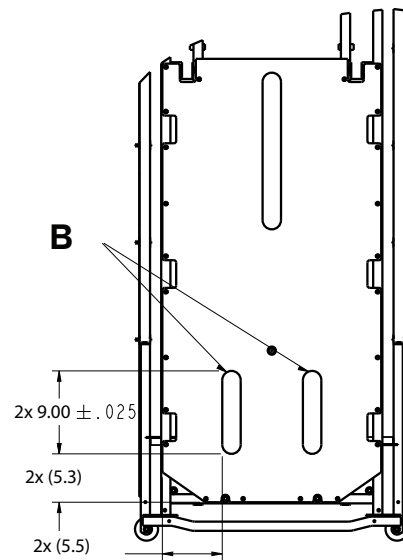

Figur 1 – Påføring af Velcro på ryglænet
6. Fjern bagbeklædningen fra ryglænets **Velcro**-materiale (A), og sæt **Velcro**-materialet fast på ryglænet (Figur 1).